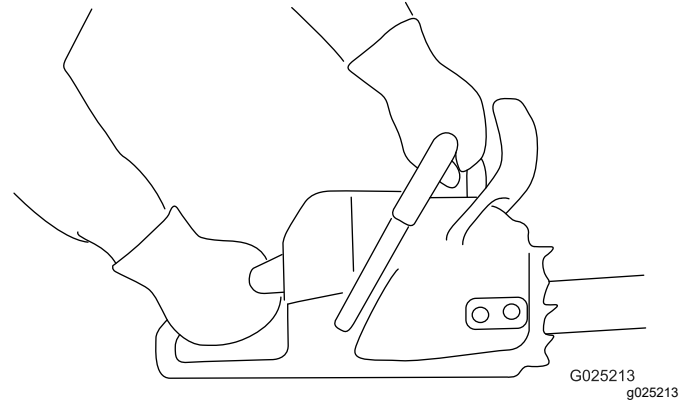

Figura 11
1. Afferrate la motosega con due mani, quella sinistra sull'impugnatura anteriore e quella destra sull'impugnatura posteriore, come illustrato in Figura 11.
1. Afferrate la motosega come illustrato in Figura 11.
3. Afferrate la motosega come illustrato in Figura 11.